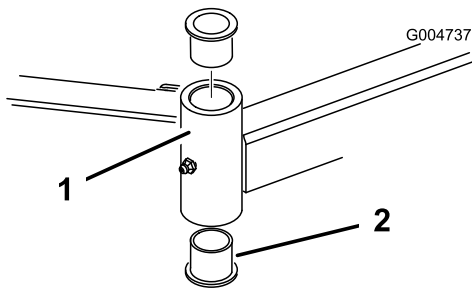

Figure 84
4. Insérez un chasse-goupille dans le haut ou le bas du tube de montage et chassez la bague hors du tube (Figure 84).